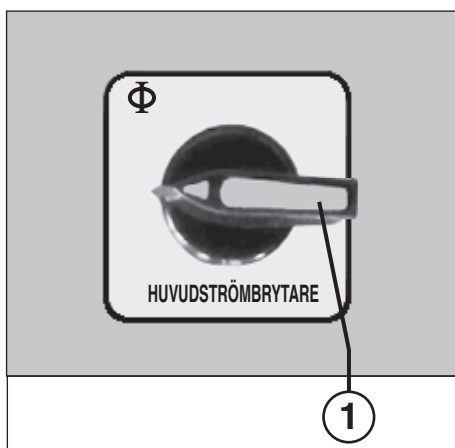
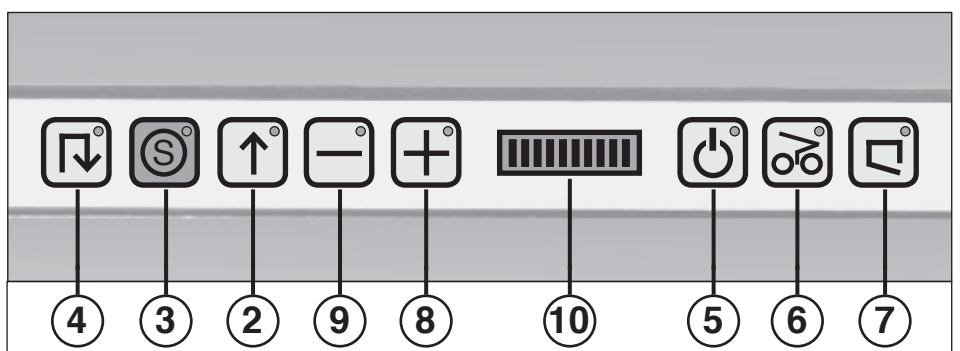

Fig. 1
Fig. 2
Se till att maskinen är frånkopplad nattetid (huvudströmbrytaren (1) (fig. 1) i läge "0").
- 1 = Huvudströmbrytare (nödstopp) (fig. 1).**
- 2 = Körknapp (fig. 2)**
- 3 = Stoppknapp "S" (fig. 2)**
- 4 = Reverseringsknapp (fig. 2)**
- 5 = Kontrollampa (fig. 2)**
- 6 = Kontrollampa "Pappersstopp" (fig. 2)**
- 7 = Kontrollampa (fig. 2)**
- 8 = Plusknapp Vario-Speed (fig. 2)**
- 9 = Minusknapp Vario-Speed (fig. 2)**
- 10 = Hastighetsindikering Vario-Speed (fig. 2)**
Tillkoppla maskinen med huvudströmbrytaren (1) (fig. 1). Kontrollampa "Klar för drift" (5) samt den röda stoppknappen "S" (fig. 2) tänds för att indikera att maskinen är klar för start.
2. Tryck på framåtkörningsknappen (29 (fig. 2)). Skärverket startar och börjar att förstöra pappret.
3. Tryck på den röda stoppknappen (3) (fig. 2) för att frånkoppla maskinen.
1. Skärverket blockeras. Kontrollampa (6) (fig. 2) tänds.
- Tryck plusknappen Vario-Speed (8) (fig. 2) för att öka arbetshastigheten.
- Tryck minusknappen Vario-Speed (9) (fig. 2) för att reducera arbetshastigheten till förmån för en högre arbetskapacitet.
- Den aktuella hastighetsnivån visas av hastighetsindikeringen Vario-Speed (10) (fig. 2).
När uppsamlings säcken är full stannar maskinen. Kontrollampa "Uppsamlings säcken full" (7) (fig. 2) tänds. Töm enligt följande: